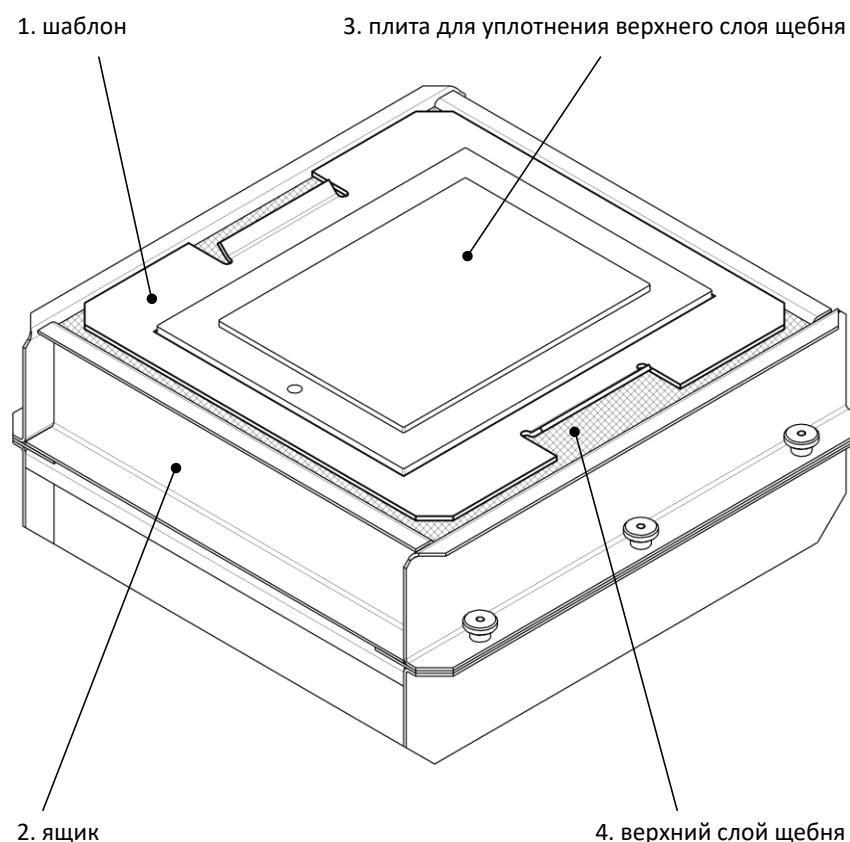

Рисунок 9 – Уплотнение верхнего слоя щебня
- 2) установить плиту для уплотнения верхнего слоя строго по центру формы при помощи шаблона (рисунок 9).